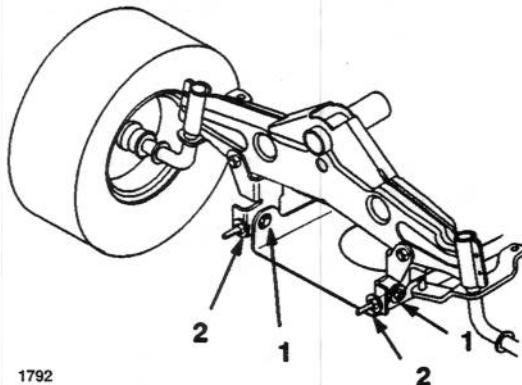

Fig. 53
- Per regolare l'inclinazione davanti-dietro della lama allentare leggermente i bulloni di montaggio della piastra di articolazione anteriore (Fig. 53).
8. Girare i dadi autobloccanti sui bulloni ad occhio per modificare la registrazione (Fig. 53). Serrare i dadi autobloccanti dei bulloni ad occhio per alzare la parte anteriore del tosaerba, ed allentarli per abbassarla.
9. Dopo avere regolato uniformemente entrambi i dadi autobloccanti dei bulloni ad occhio, controllare di nuovo l'inclinazione davanti-dietro. Continuare a regolare i bulloni ad occhio fin quando la punta della lama anteriore sarà 0–9,2mm più bassa della punta della lama posteriore (Fig. 53).
10. Quando l'inclinazione davanti-dietro è giusta, serrare i bulloni di montaggio della piastra di articolazione (Fig. 53).